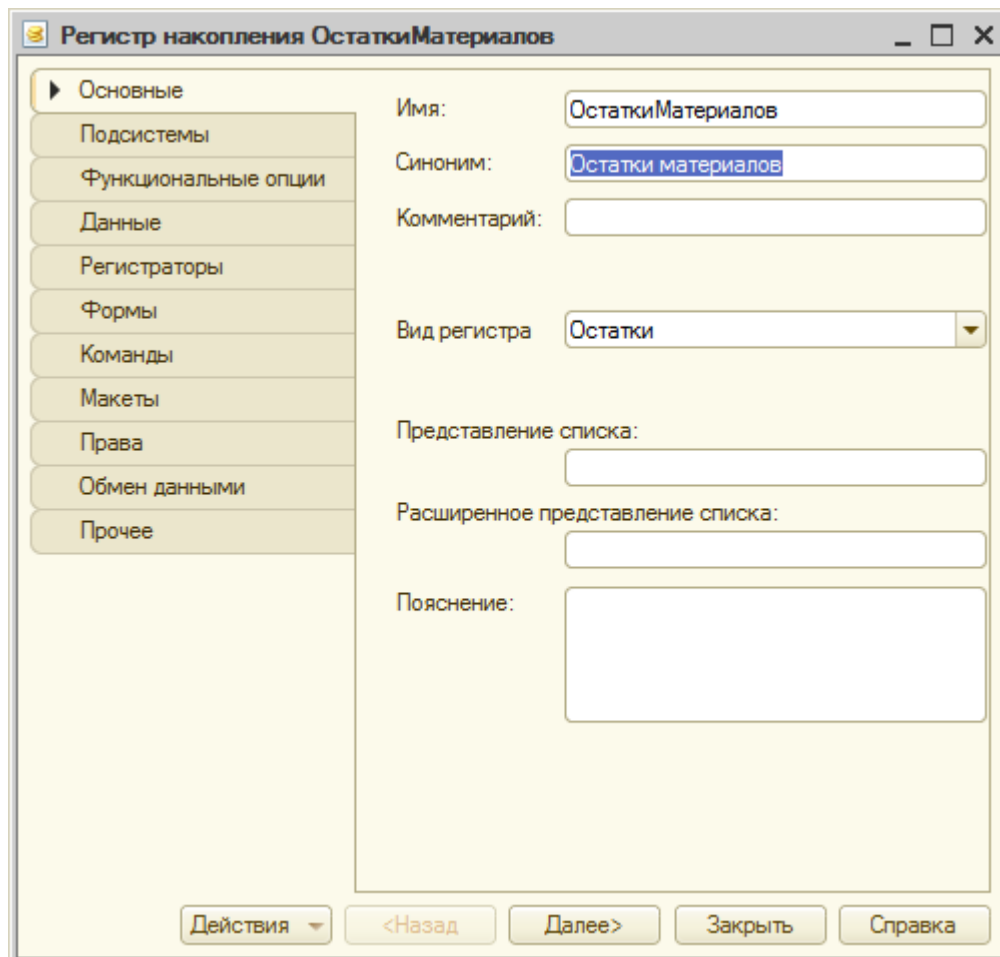

Рисунок 12.1- Регистр накопления ОстаткиМатериалов
2. Создадим новый регистр накопления, назовем его **ОстаткиМатериалов**, параметр **Вид регистра** оставим в значении **Остатки**, Рисунок 12.1.